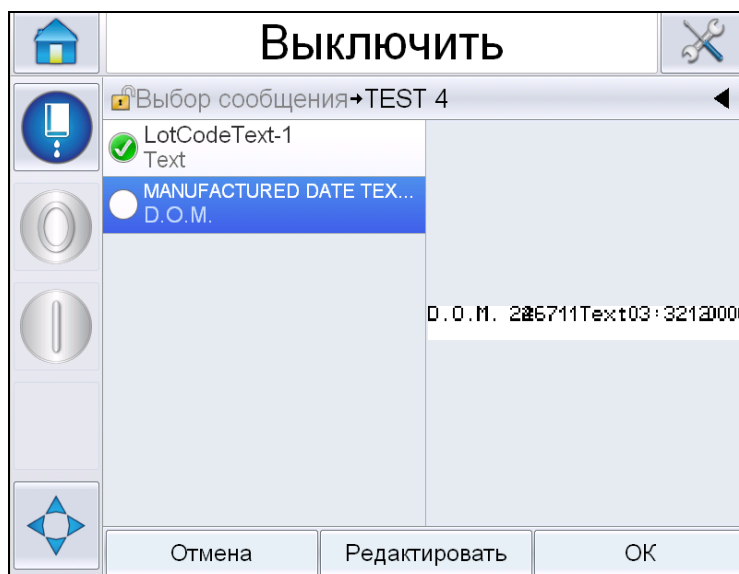

Рис. 4-30: Отредактированное сообщение
- 2 Для того, чтобы оставить пользовательское поле как есть, выберите пользовательское поле, нажмите **OK**, и на поле появится зеленая галочка (смотрите Рис. 4-30).